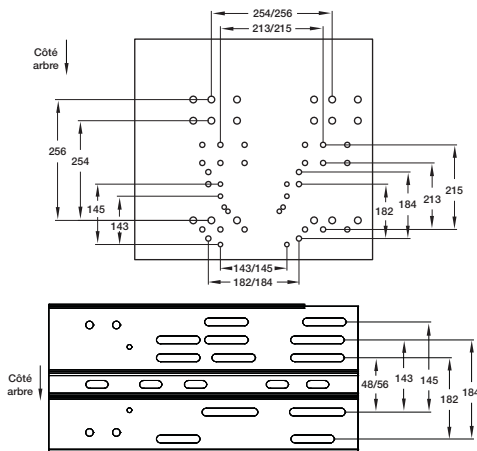

Figure 6 — Positions de fixation du moteur suivant la taille du bâti
1. Fixer le moteur sur la platine avec la visserie fournie. Les trous s'alignent lorsque la carcasse du moteur (côté arbre) est au ras du rebord de la platine. La visserie de fixation du moteur est fournie dans la trousse de visserie attachée au bâti du moteur. Voir la position de fixation suivant la taille du bâti de moteur à la Figure 6. Voir le contenu de la trousse à la page 6.